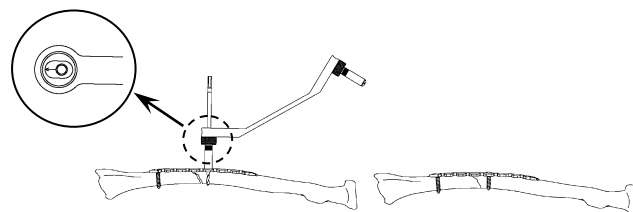

図 14
- 16) リコンストラクションロッキングプレートの場合は、2.5 ドリルポジションのコンプレッション側を使用することにより、骨片間の圧迫をかけることができます。(図 14)